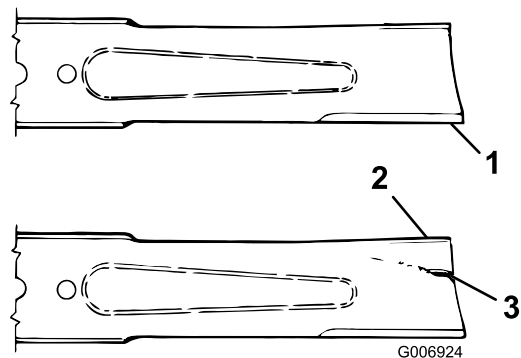

Bild 33
2. Untersuchen Sie die Schnittkanten (Bild 33). Bauen Sie die Schnittmesser aus und schärfen sie, wenn die Kanten nicht scharf sind oder Kerben aufweisen; siehe „Schärfen der Messer“.
3. Prüfen Sie die Schnittmesser, insbesondere den gebogenen Bereich (Bild 33). Wenn Sie Schäden, Verschleiß oder Rillenbildung in diesem Bereich feststellen (Bild 33), sollten Sie sofort ein neues Schnittmesser einbauen.